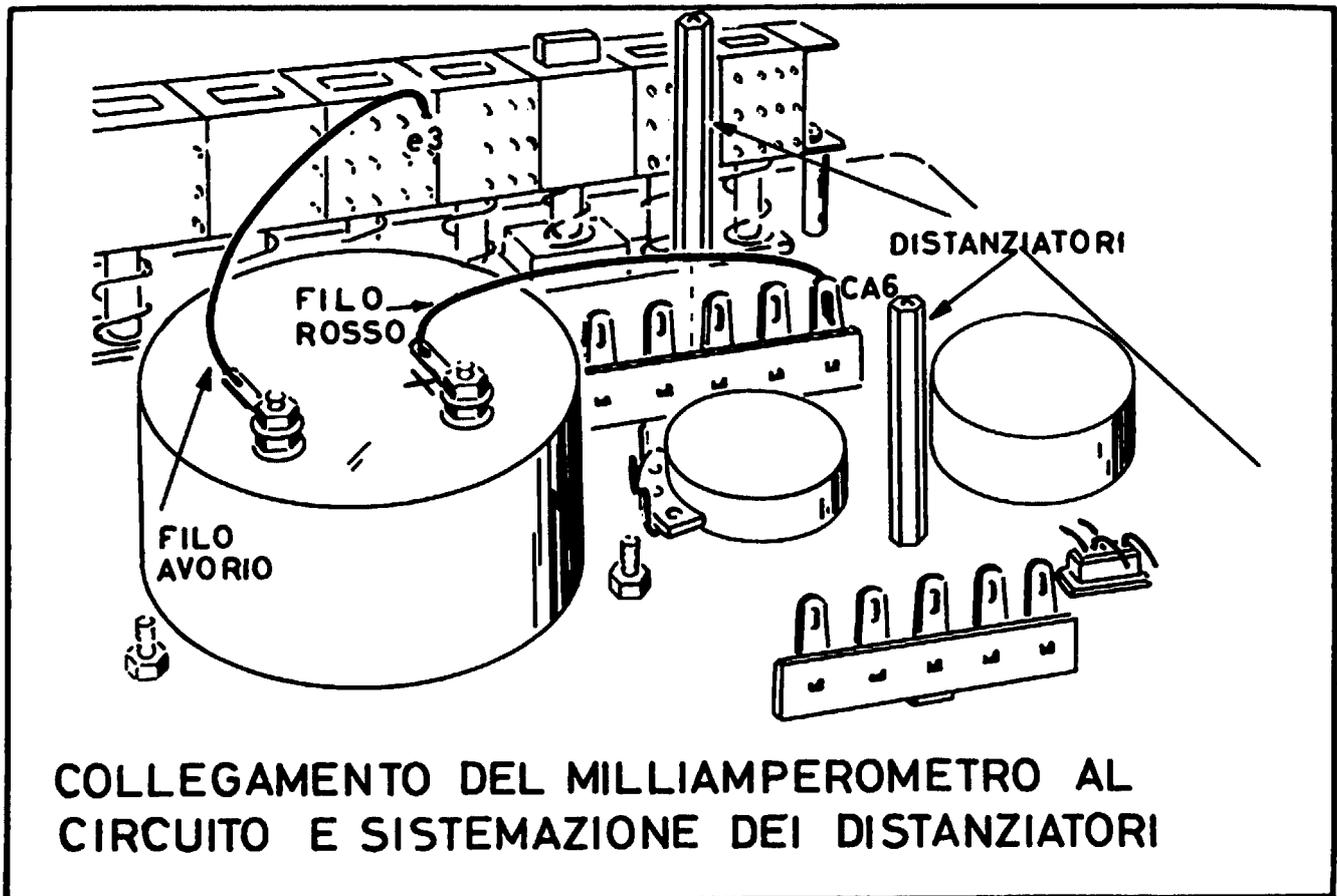

Fig. 6
I collegamenti ai morsetti del milliamperometro sono visibili nella *fig. 6*.
h) Facendo sempre riferimento alla *fig. 6*, avviti uno dei due distanziatori esagonali da 6 x 43 mm sul tratto sporgente della vite di fissaggio della basetta A; avviti il secondo distanziatore sul tratto sporgente della vite di fissaggio della basetta B. Nel fissare quest'ultimo distanziatore faccia attenzione che non venga a contatto con il resistore R5 da 1,5 k Ω e con il resistore R4 da 2,13 k Ω .